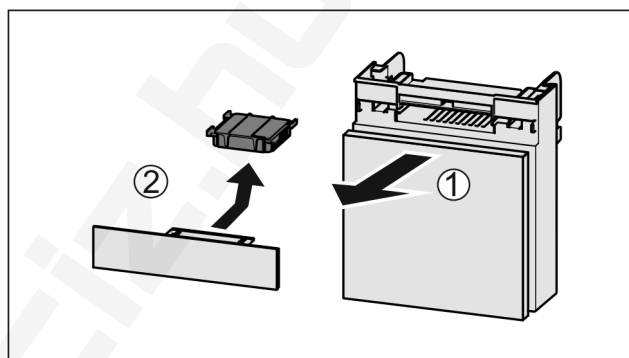

Fig. 39
- ▶ Húzza ki Fig. 39 (1) előrefelé a rekeszt.
- ▶ Vegye ki az aktív szén-szűrőt Fig. 39 (2).